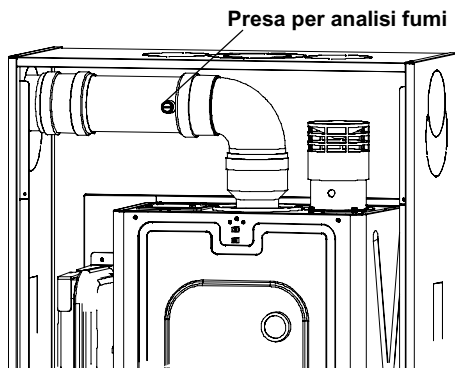

Figura 7.1
- Collegare un analizzatore fumi alla presa di analisi fumi posta sullo scarico fumi della caldaia Figura 7.1.